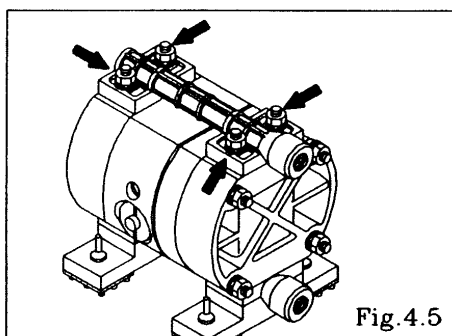

Fig. 4.5
- ・アウトマニホールド取付ナット 4 か所を外し、アウトマニホールドを取り外す。〔Fig.4.5〕